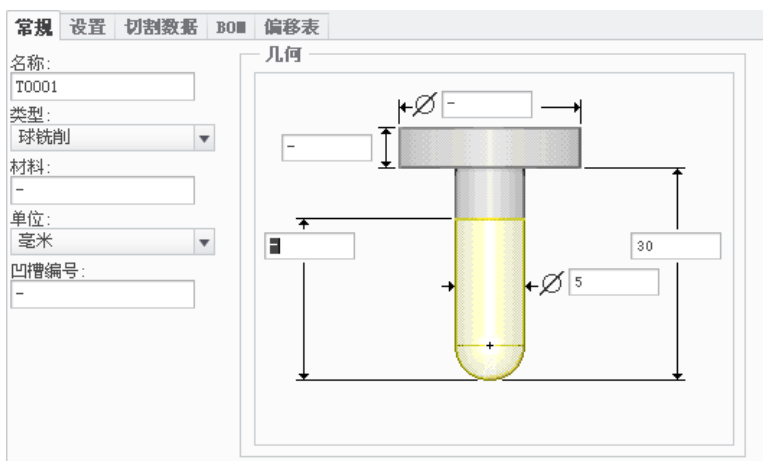

图 3.6.4 设定刀具一般参数
Step4. 在弹出的“刀具设定”对话框的  常规 选项卡中设置图 3.6.4 所示的刀具参数，设置完毕后依次单击  应用 和  确定 按钮，返回到“铣削工作中心”对话框。在“铣削工作中心”对话框中单击  按钮，返回到“操作”操控板。